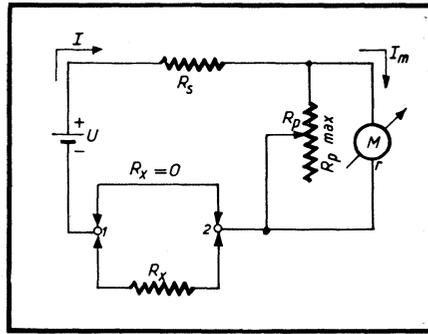

Fig. 5. — Schéma de principe d'un ohmmètre à remise à zéro shunt.
Pour réduire l'influence de la tension d'alimentation sur la précision des mesures, on peut utiliser le schéma de la figure 5, où la résistance variable de tarage R_p est branchée en parallèle sur l'appareil de mesure M .
Pour qu'un ohmmètre monté suivant le schéma de la figure 5 fonctionne normalement, le choix de certaines valeurs doit être guidé par les considérations suivantes :
Soit à calculer un ohmmètre, suivant le schéma de la figure 5, répondant aux caractéristiques suivantes :
L'expression (25) nous montre que l'erreur supplémentaire, tout comme pour le schéma de la figure 5, sera d'autant plus faible que U_{\max} est plus élevée et que la chute de tension aux bornes de l'appareil de mesure est plus faible. Cependant, un ohmmètre à remise à zéro différentielle peut assurer une erreur supplémentaire nettement moindre que le schéma à tarage parallèle.